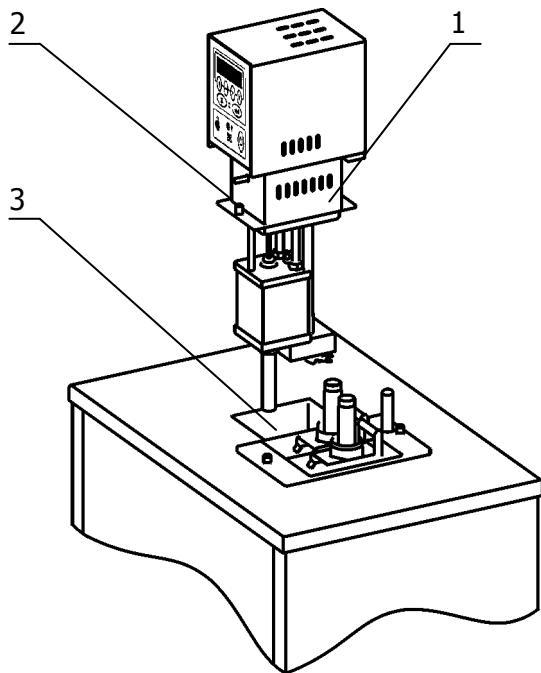

Рисунок 3 — Установка блока регулирования температуры
2.2.3 Установить блок регулирования температуры 1 в отверстие на крышке корпуса термостата 3. После установки закрепить блок регулирования на крышке винтовыми фиксаторами 2 (рисунок 3).